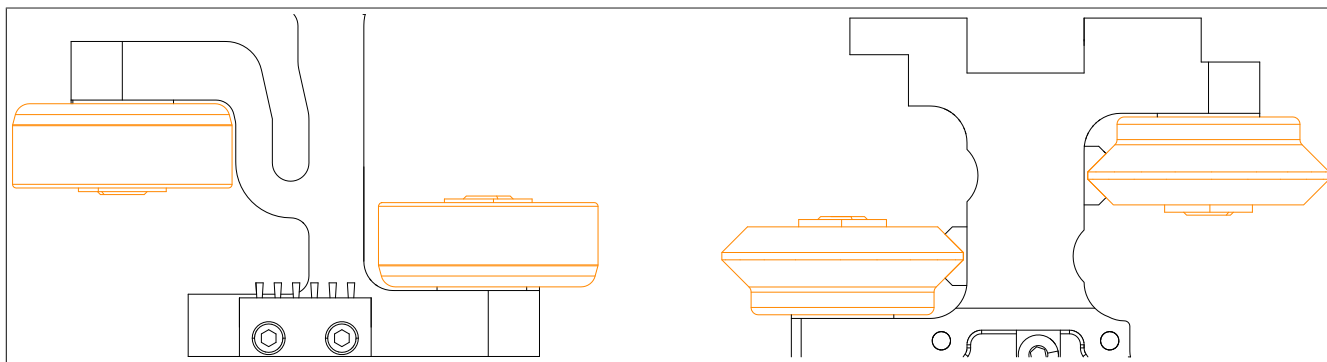

図 82: フラットホイールとVホイールの配列
4. M4x16 六角穴付きねじ (a)をロックワッシャ(b)と一緒に、Vホイール(d)またはフラットホイール(ホイールの向きに合わせて)のベアリングに通します。詳細はこちらを参照ください。図 82 "フラットホイールとVホイールの配列" ページ 174 ロック・ワッシャ(座金)(b)の円錐形は、必ずボルトの先頭の方を向くように置いてください。